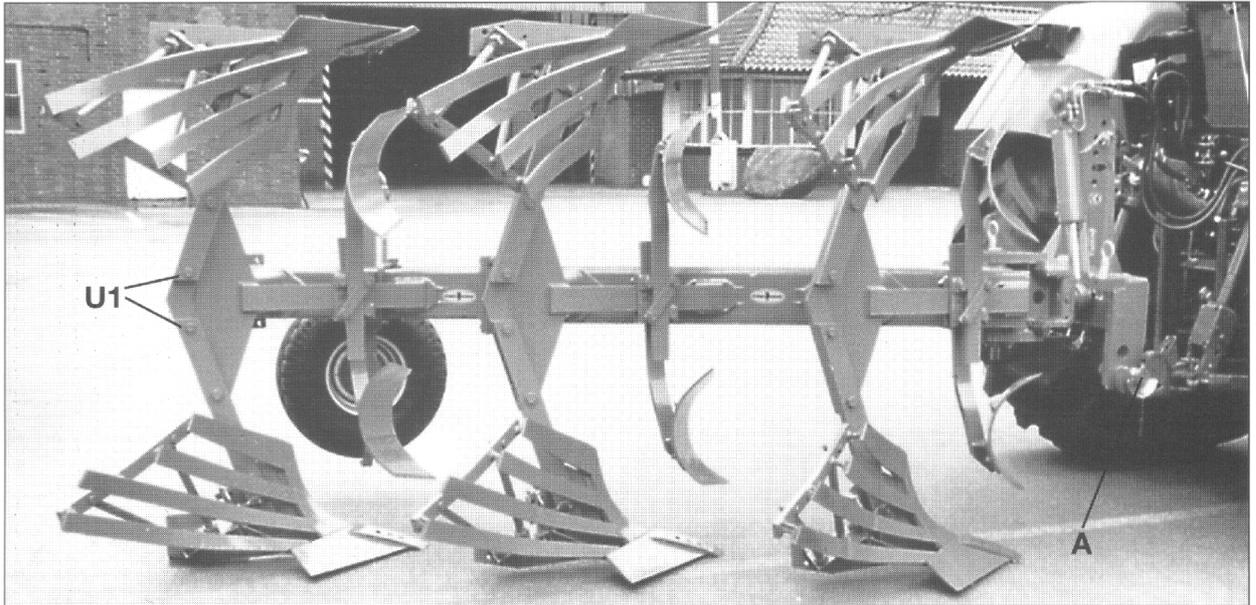

Fig. 1
### **Avanvomere (fig. 1)**
**Protezione da sovraccarico bure** (anche per "Avant" montato in aggiunta) dopo l'inserimento di una nuova vite del tagliente (**U1**; fig. 1) serrare anche l'altra vite della bure.